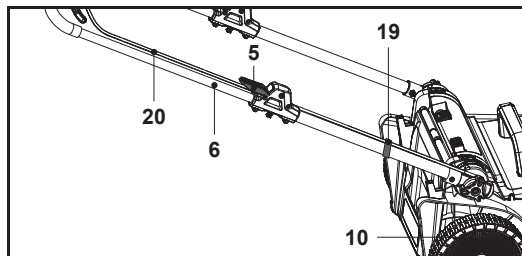

Fig. 4
9. Fixe o cabo de controlo (20) aos grampos do cabo (19), que podem estar pré-instalados no guiador inferior (6) (Fig. 4).